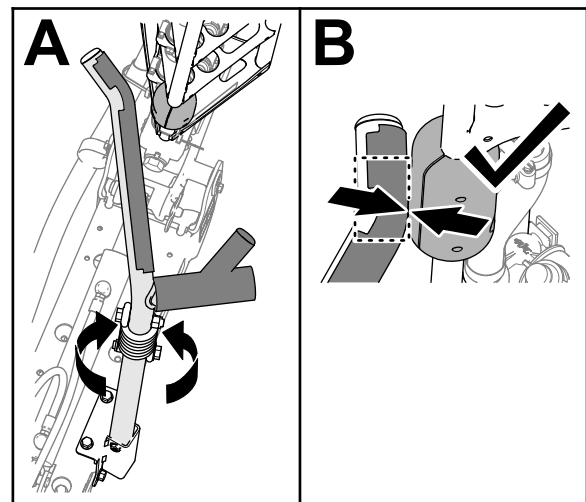

图 107
4. 旋转托架总成直到托架管中的弯曲部分与外喷洒臂顶管上的滑块对齐图 107
**注意** 滑块必须在上托架管的弯曲部分接触托架图 107。